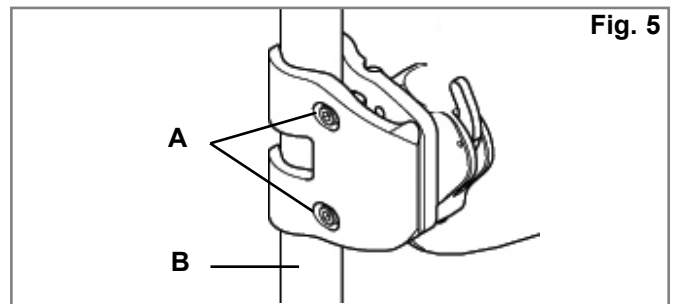

Fig. 5
3. Come montare i supporti. (Fig. 5)
- a. Allentare le viti di fermo (A) con la brugola da 4 mm in dotazione. **NOTA**— Per i montanti con un diametro maggiore rimuovere completamente le viti di fermo.
- b. Fissare e allineare il supporto al montante dello schienale (B).
- c. Stringere le viti di fermo a mano (A). **NOTA:** Per un allineamento corretto potrebbe essere necessario regolare ulteriormente i supporti lateralmente.